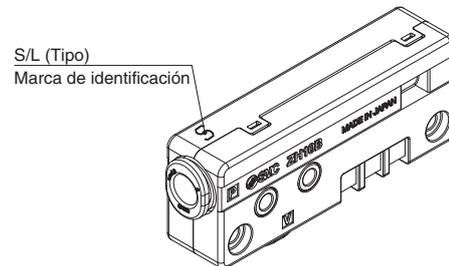

Fig. 12
2. En el modelo tipo caja se usa un símbolo diferente para la marca identificativa de acuerdo con la presión de vacío alcanzada (tipo S o tipo L). (Fig. 12)